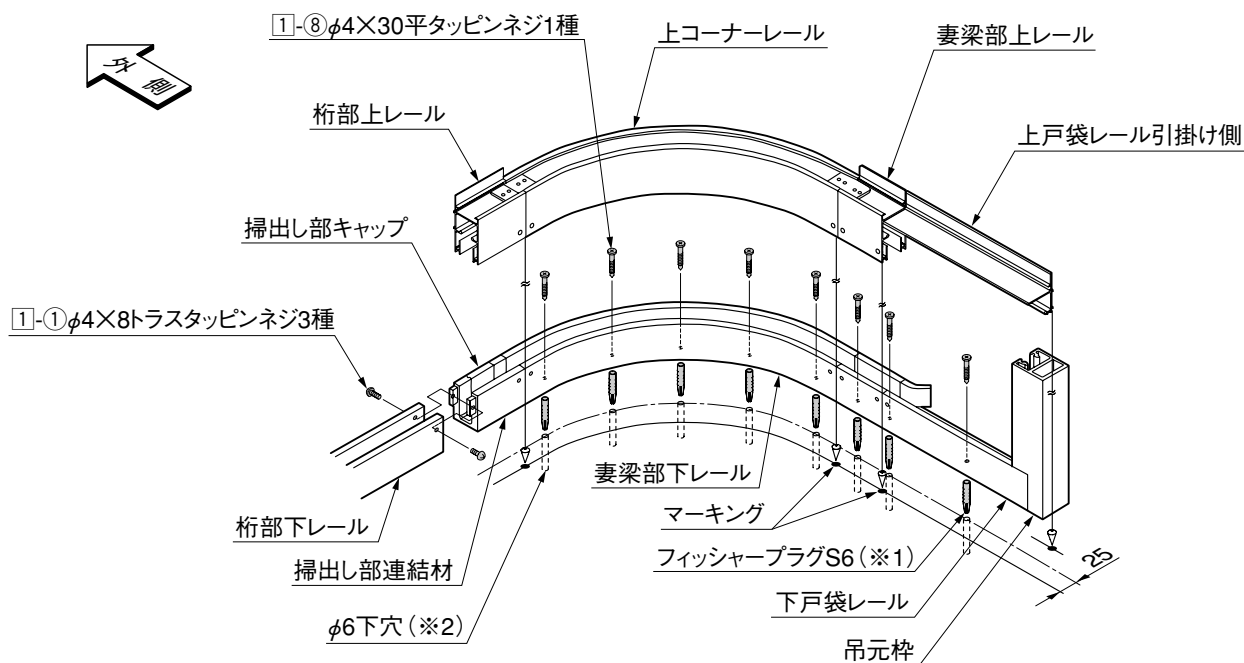

図6-1
- 掃出し部連結材の掃出しキャップが外側に向くように取付けてください。(図6-1参照)
- 土間仕様の場合は、下戸袋レールの固定にフィッシャープラグS6(※1)を使用してください。(図6-1参照)